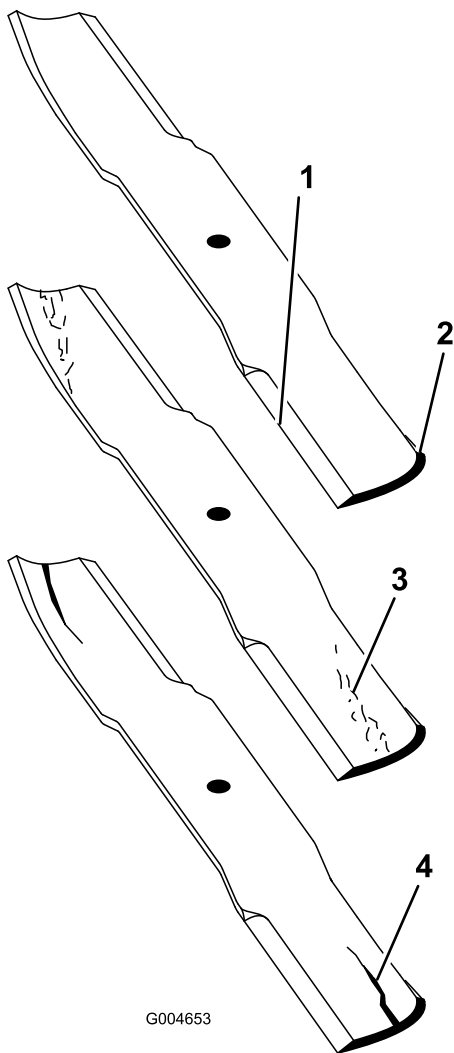

Figure 111
2. Examinez attentivement les tranchants de la lame, particulièrement au point de rencontre des parties plane et de l'ailette (Figure 111).
Remarque: Le sable et les matières abrasives peuvent éroder le métal à cet endroit, c'est pourquoi il est important de contrôler l'état de la lame avant d'utiliser la tondeuse. Remplacez la lame si elle vous semble usée (Figure 111).